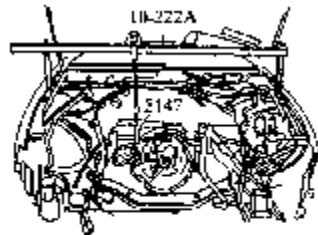

图 2-17 挂钩变速器壳体
(17) 用支撑架 10-222 固定在挡泥板边缘上,把变速器挂钩 3147 挂在变速器壳体的螺栓孔内,如图 2-17 所示。